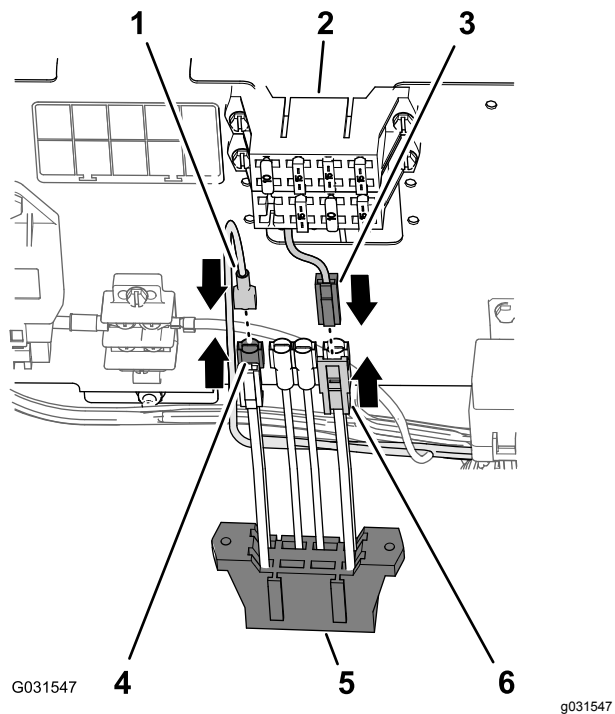

図 204
1. 仕上げキット用ハーネスについているブレード形コネクタを、追加で取り付けした補助ヒューズブロックのソケットに接続する 図 204。
2. 車両用ヒューズブロックの補助フィード線用の2ピンコネクタを、補助ヒューズブロックのフィード線用の2口コネクタに接続する 図 204。